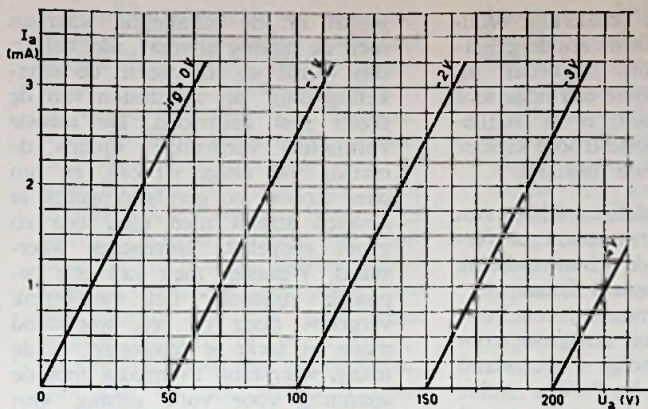

Fig. 3
- Van een 1.f. versterkertriode zijn de geïdealiseerde buiskarakteristieken in fig. 3 gegeven.